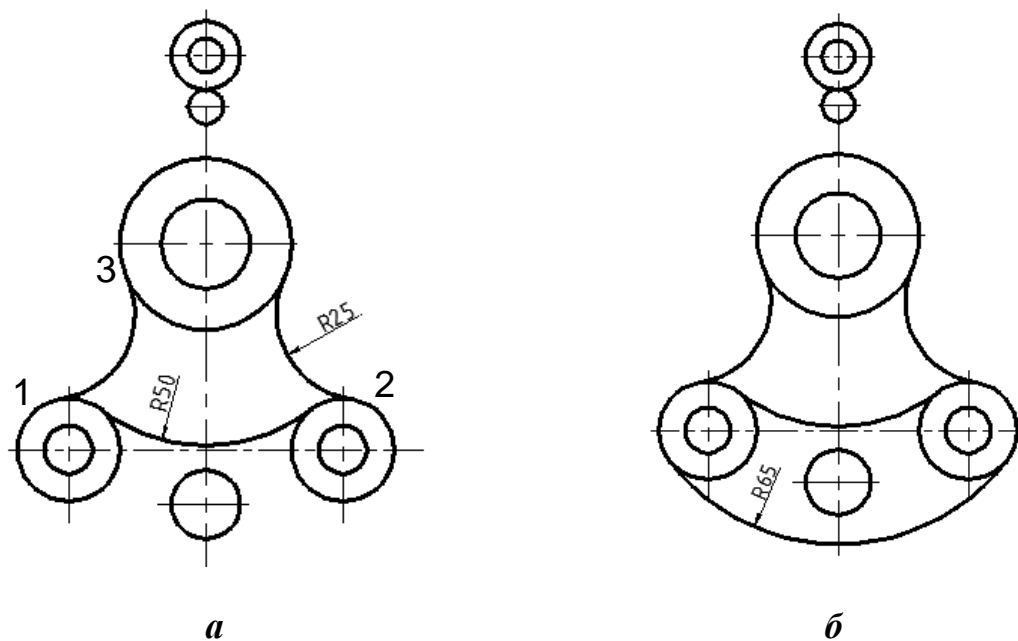

Рис. 2.31
3. За допомогою команди **Сопряжение** (FILLET) виконати послідовно три зовнішніх спряження: коло 1 та коло 3, коло 2 та коло 3 радіусом 25 мм, потім коло 1 та коло 2 радіусом 50 мм (рис. 2.31,*а*).
4. Виконати внутрішнє спряження кіл 1 та 2 дугою радіусом 65 мм командою **Окружность** (CIRCLE) з використанням опції *2 точки касання, радіус*. За допомогою команди **Обрезать** (TRIM) видалити верхню частину побудованого кола. За ріжучі кромки прийняти початкові кола. Результат побудов показаний на рис. 2.31, *б*.